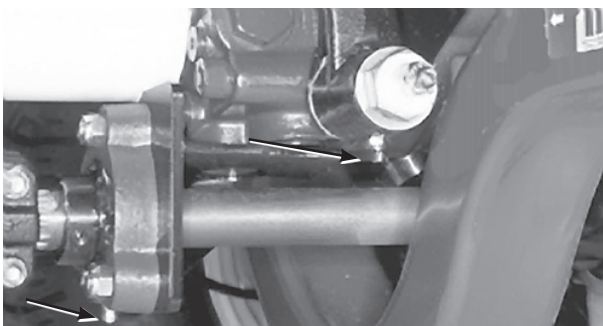

图 39
- ・ トランスミッション部にある走行コントロールのリンク部 (1ヶ所)、駆動シャフトのサポートのベアリング (1ヶ所)、後アクスルの駆動シャフト (3ヶ所) (図39)。